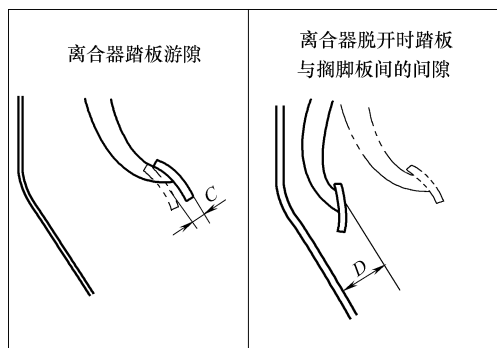

图 3-3 踏板间隙及离合器脱开时踏板与搁脚板间的间隙
6) 如图 3-3 所示，确认踏板间隙及离合器脱开时踏板与搁脚板间的间隙是否符合标准值。